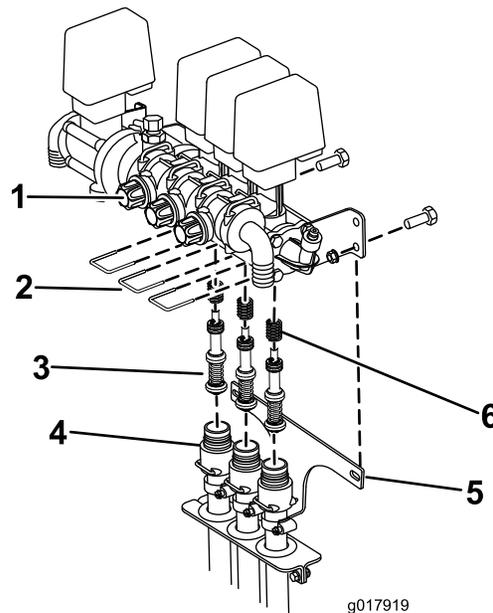

Figura 57
- B. Rimuovete le 3 forcelle che fissano le relative sedi al gruppo valvola (Figura 57).
- C. Togliete le due viti e i dadi che fissano le staffe del cablaggio del flessibile al telaio dell'irroratrice (Figura 57). Abbassate i tubi dal gruppo valvola.
- D. Usate una chiave Allen per rimuovere le viti che fissano i gruppi pistone nel gruppo valvola. Non dimenticate le molle nella valvola (Figura 57).